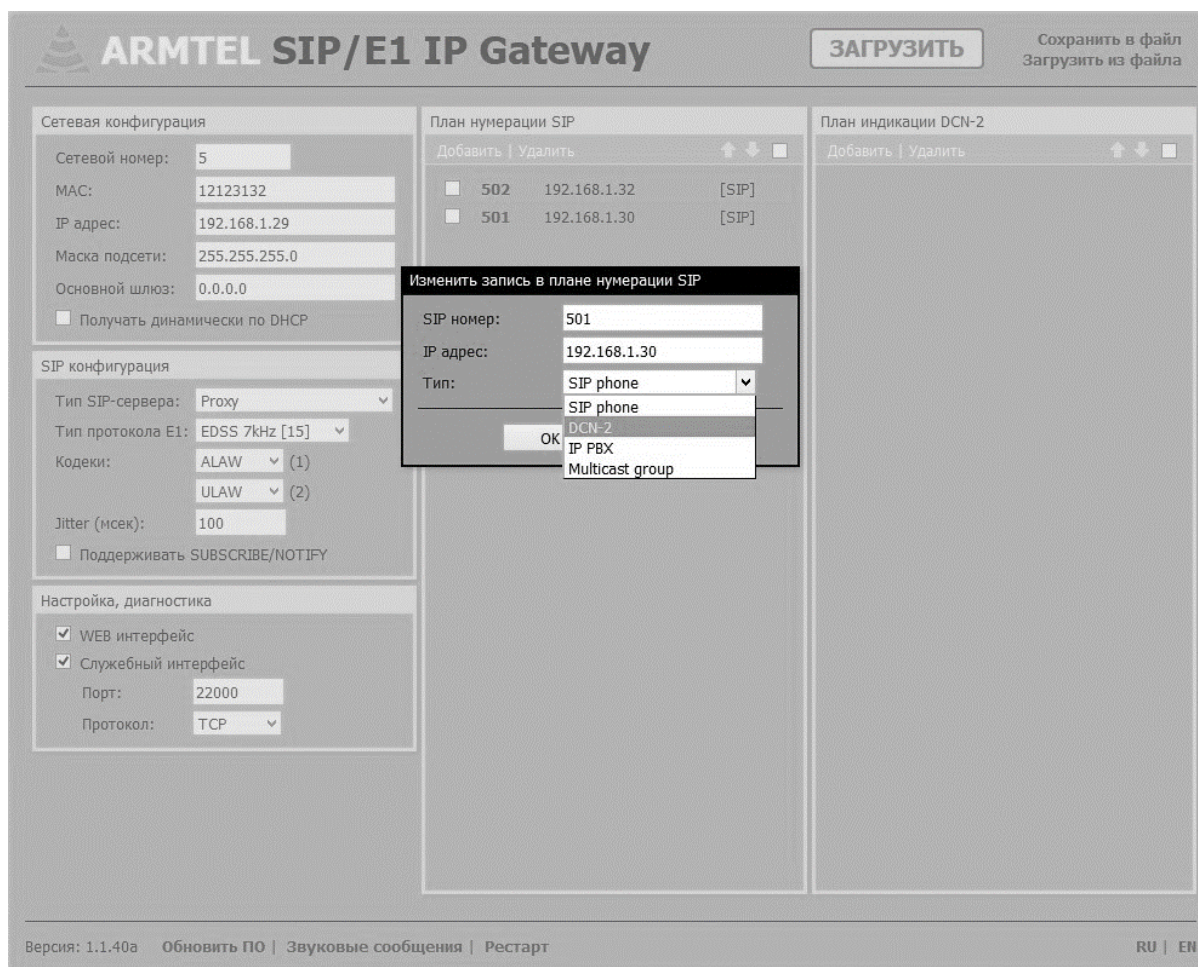

Рисунок 8 – Изменение плана нумерации SIP-устройств
- 8 – изменение плана нумерации SIP-устройств (см. рисунок 8);